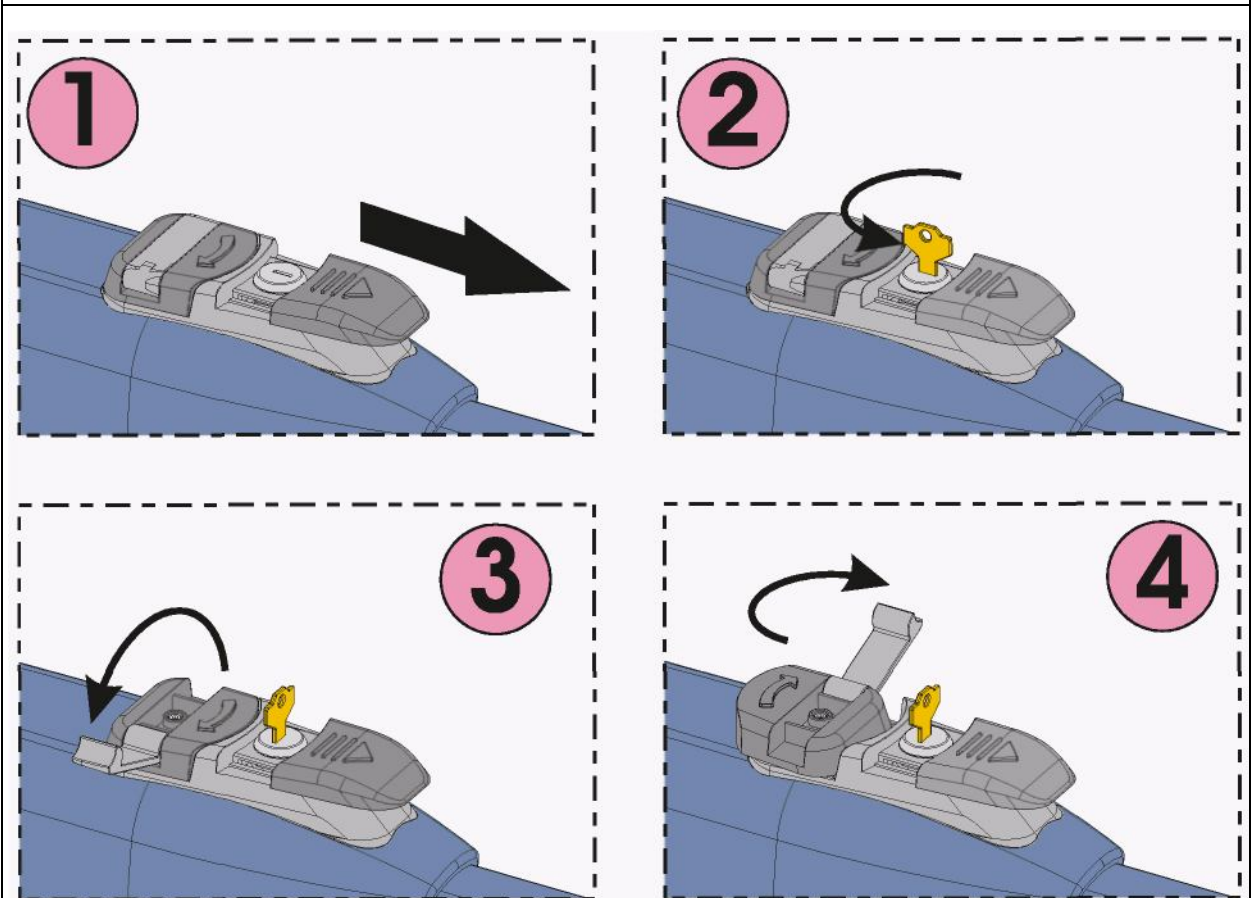

Рис. 22
- 2) Сдвинуть вбок защитную крышку, рис. 22/1.
- 3) Вставить ключ в замок и повернуть его на 90°, рис. 22/2.
- 4) Поднять рычаг разблокировки, рис. 22/3.
- 5) Повернуть рычаг разблокировки на 180° в направлении, показанном стрелкой, рис. 22/4.